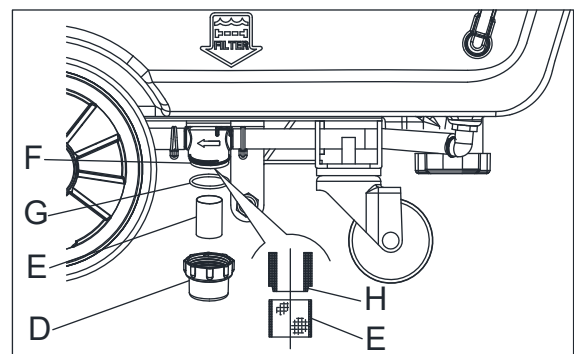

Рисунок 16
- Убедитесь, что машина выключена и ключ зажигания (35) был извлечен.
- Удалите прозрачную крышку (D Рисунок 16), затем удалите сетчатый фильтр (E) Очистите и установите их на опору (F).